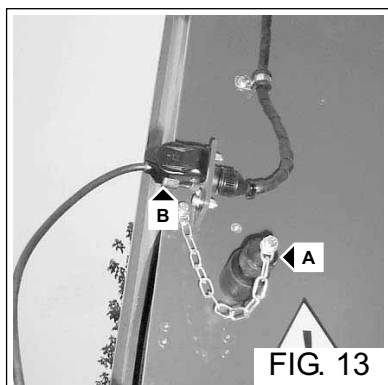

FIG. 13
- Mettre en position la prise (Fig. 13 - Réf. A) et insérer le câble pour le fin de course de montée du câble (Fig. 13 - Réf. B).
- Position the gripper on hold (Fig. 13 - Ref. A) and insert the cable for the rope lift stop (Fig. 13 - Ref. B). From this moment onwards, the following movement blocks are activated due to the rope lift limitswitch :
- Poner la toma en reposo (Fig. 13 - Ref. A) e introducir el cable para el tope subida cuerda (Fig. 13 - Ref. B). Desde este momento se activan los siguientes bloqueos de movimiento debidos al tope subida cable :